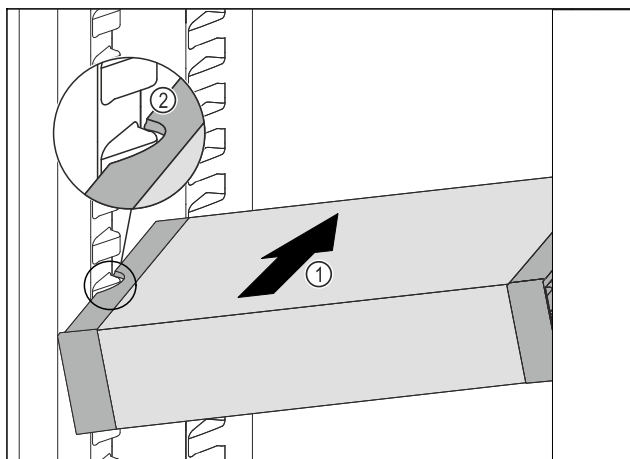

Fig. 109
- ▶ Zasuňte VarioSafe do chladničky pod úhlem tak Fig. 109 (1), aby vybrání na bocích Fig. 109 (2) VarioSafe byla na úrovni žebrování na nádoby v chladničce.